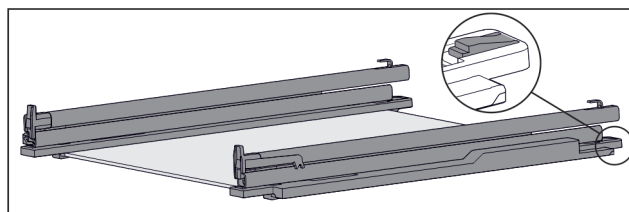

Fig. 125 Glasplatte mit Schienen und Halteteilen
- Halteteil hinten herunterdrücken (siehe Fig. 125) und gleichzeitig Schiene nach hinten schieben.